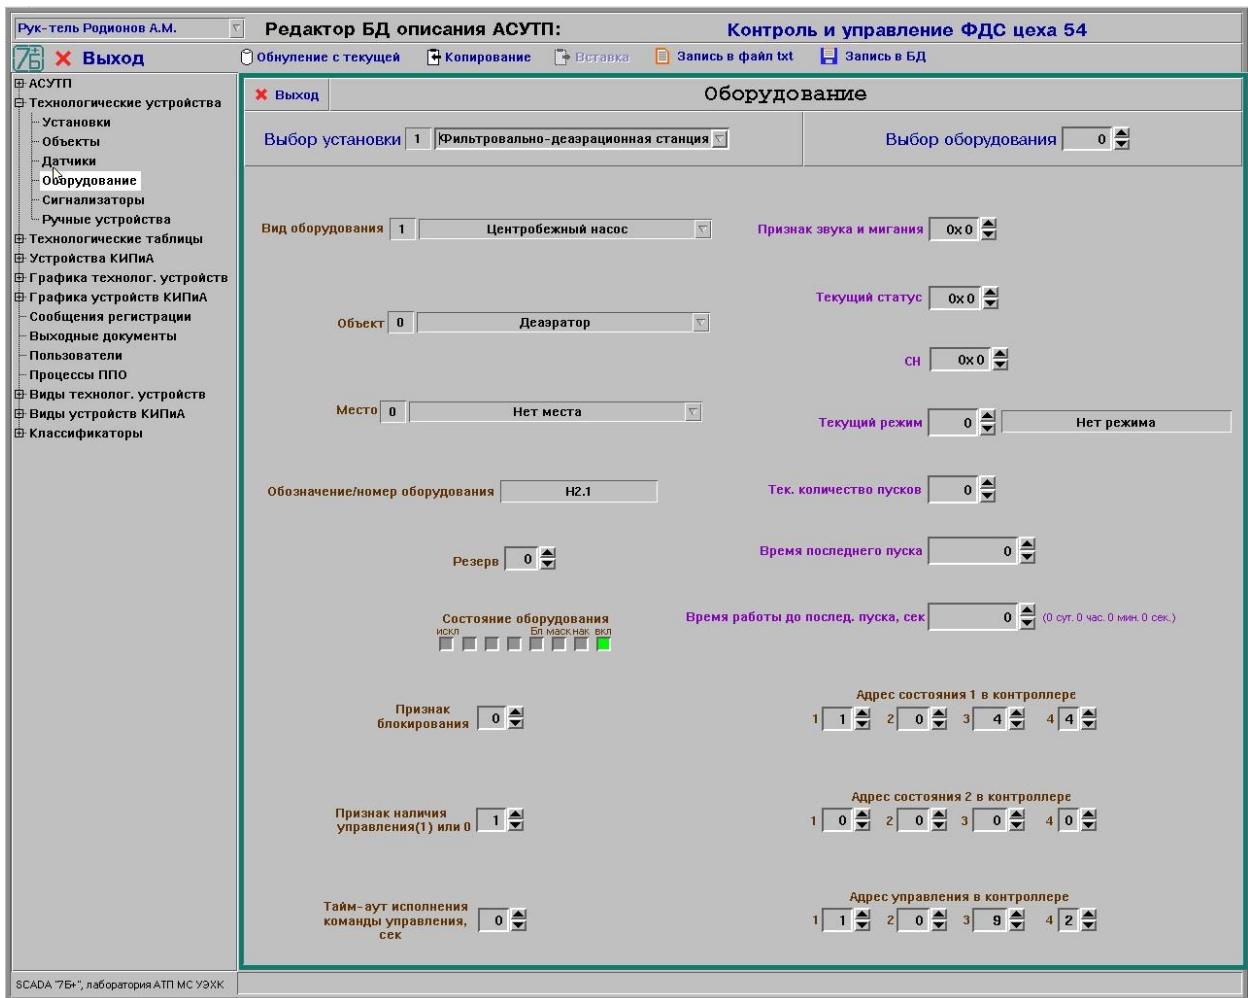

Рисунок 7 - Окно редактирования параметров оборудования
8.5.1 После выбора в иерархическом списке темы «Оборудование» (группа тем «Технологические устройства») на экране будет отображено окно редактирования параметров оборудования (см. рис. 7).